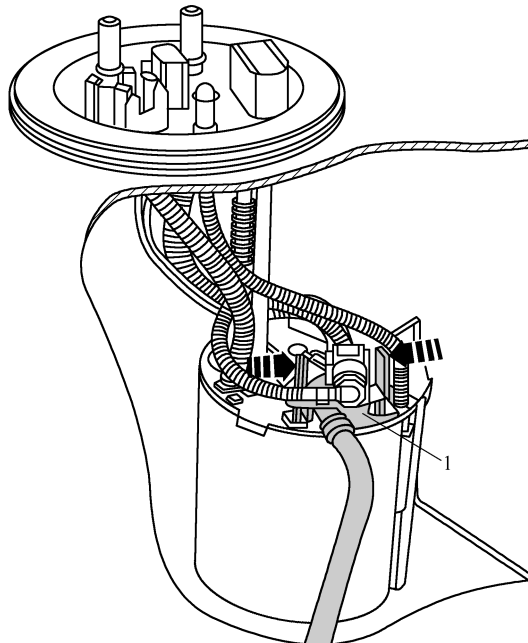

图 1-4-14 保持闭锁法兰和油箱安装口间的间隙并松开射流泵
(1) 如图 1-4-14 所示, 保持闭锁法兰和油箱安装口间的间隙, 然后松开射流泵 1。
(3) 如图 1-4-14 所示，将射流泵 1 卡止在燃油输送单元上。为此，需用手保持闭锁法兰与油箱安装孔之间的间隙，卡入射流泵时必须听到啮合声音。
(4) 检测射流泵是否牢固卡止。